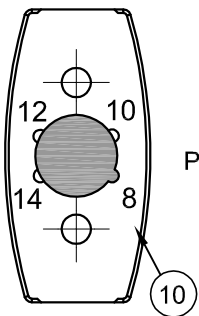

Рис. 13
4.3. Перед установкой нижних направляющих нужно снизу направляющей выставить переключатель толщины стекла дверей. В нашем примере - 8мм. (Рис. 13)